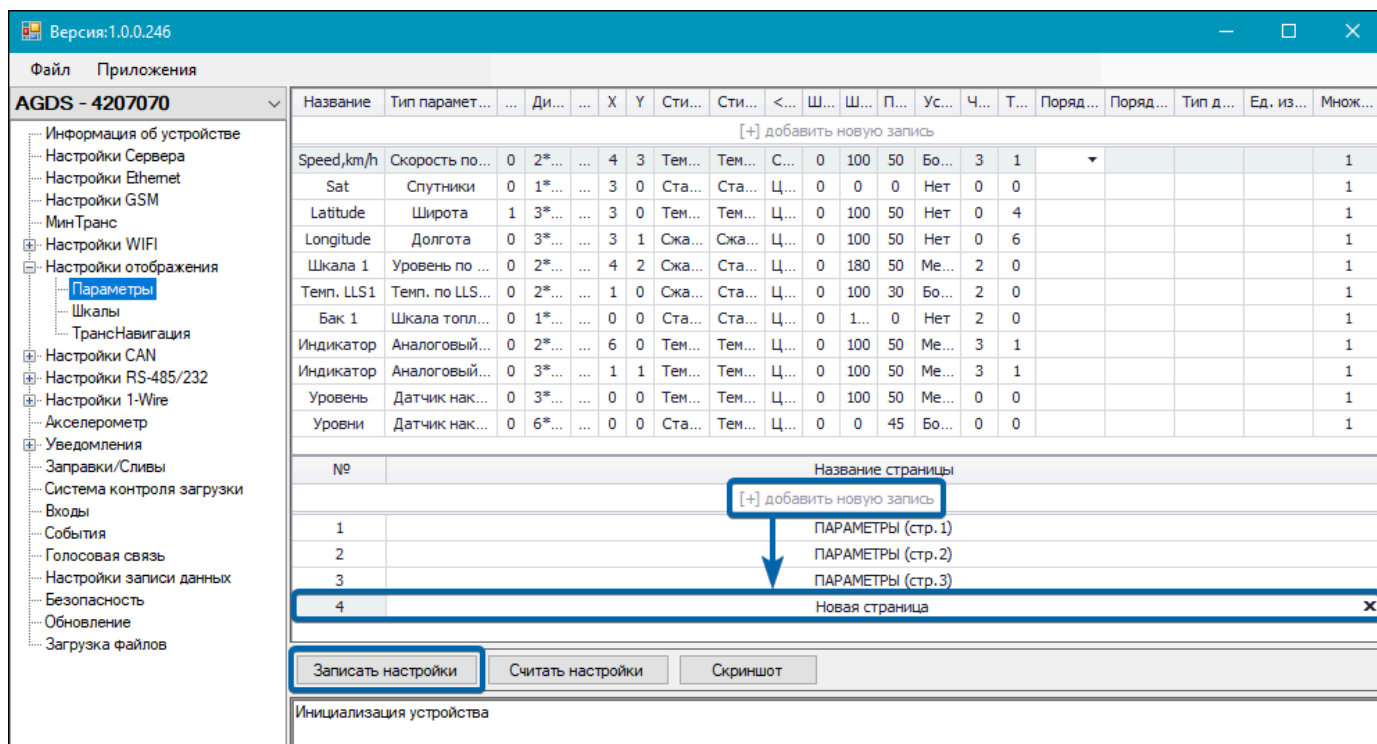

Рис.54. Добавление страницы на приборную панель
2. В списке программы-конфигуратора для АвтоГРАФ-ИНФО S выберите пункты *Настройки отображения | Параметры* (Рис.54). Рабочая область пункта «Параметры» содержит две таблицы: в верхней таблице добавляются и настраиваются индикаторы приборной панели, в нижней — страницы.